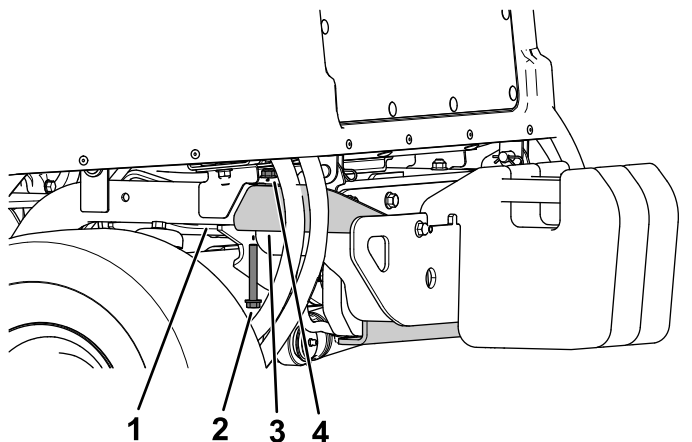

Figure 21
1. Retirez le boulon à embase ($\frac{3}{8}$ " x $2\frac{3}{4}$ ") et l'écrou à embase ($\frac{3}{8}$ ") qui fixent chaque côté du pare-chocs aux tubes de cadre arrière (Figure 21).